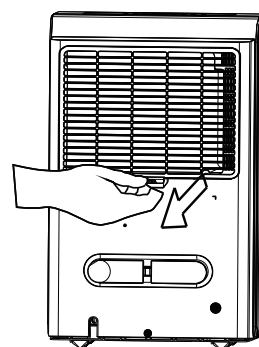

Fig. 14
- Para remover o filtro, puxe o filtro para fora (Veja Fig. 14).